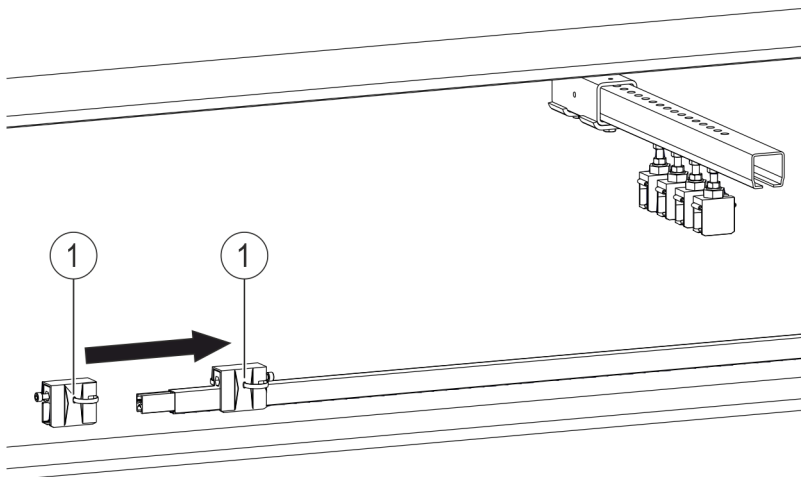

Abb. 91: Fixpunktklemmen 0812 auf die Schleifleitungsschiene schieben
- Fixpunktklemmen (Pos. 1) auf das Schleifleitungsstück rechts und links vom Schienenhalter schieben (siehe Abb. 91). Beim Aufschieben der Fixpunktklemmen darauf achten, dass die seitliche Schraube an den Fixpunktklemmen außen sitzt.